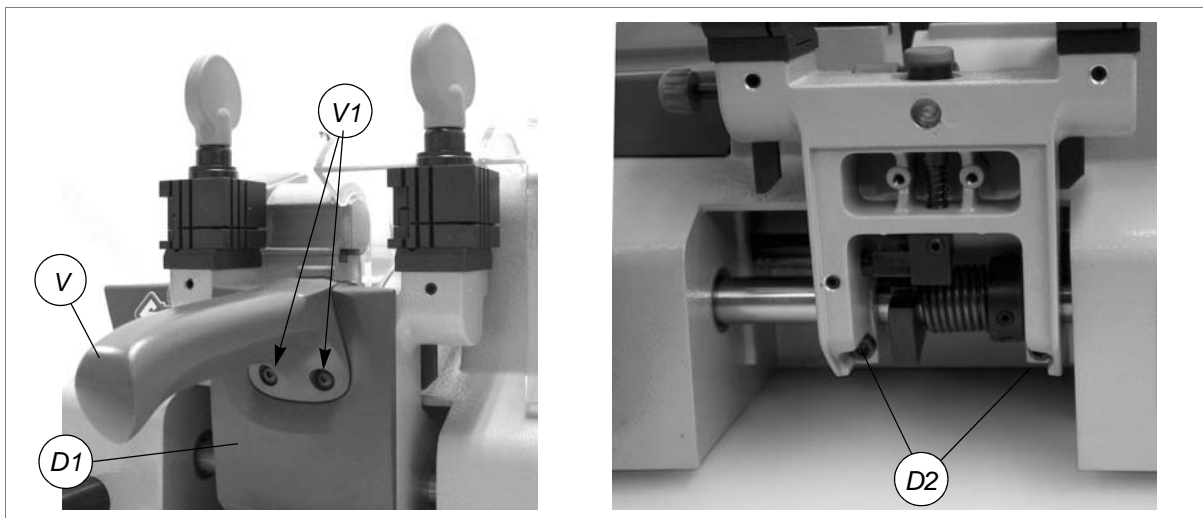
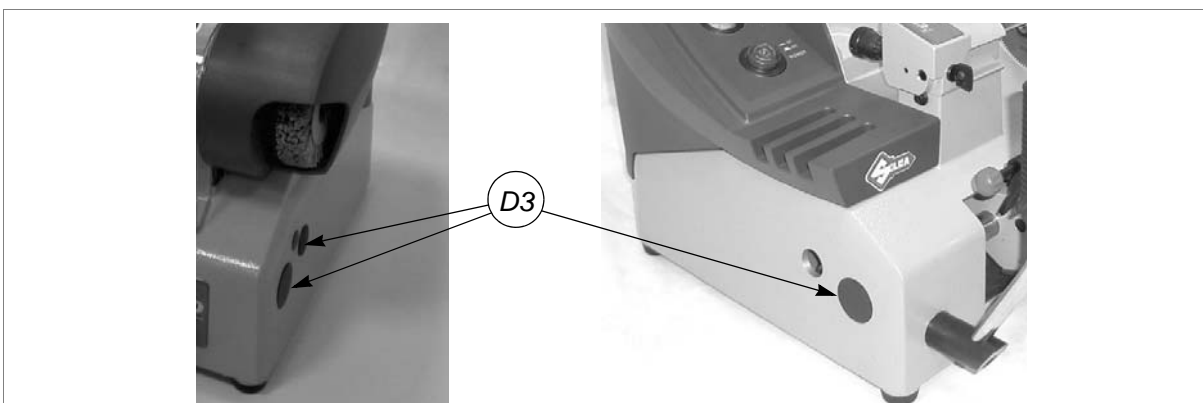
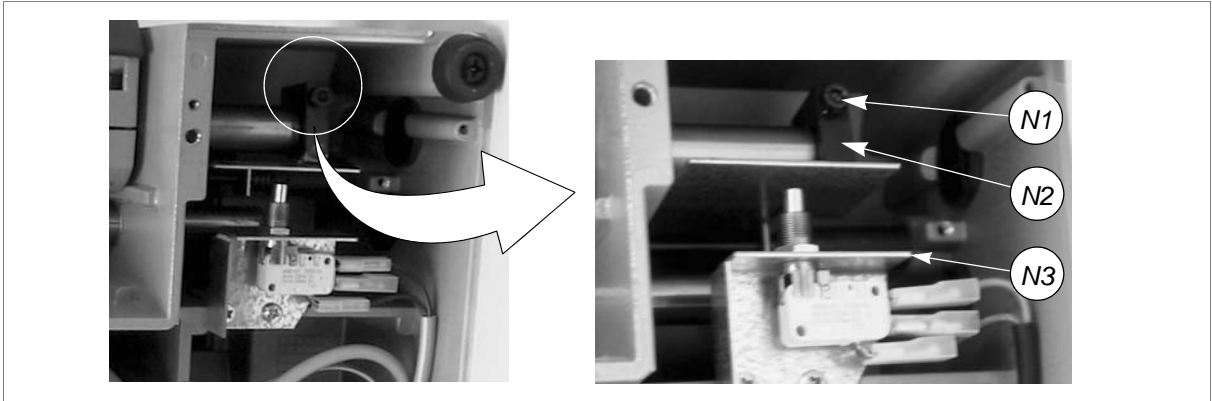

Fig. 37
Fig. 38
Fig. 39
- 3) Destornillar los 2 tornillos (V1) del asa carro (V) (fig.37).
- 4) Para quitar el asa (V) es necesario levantarla un poco para poderla extraer.
- 7) Quitar los tapones (D3) de la base (fig. 38, pág. 27).
- 8) Sacar el recipiente para recogida virutas (N).
- 10) Destornillar los 7 tornillos (W), los 2 pies (W1) y quitar la protección inferior (W2) (cap.7.7, pág. 21).
- 11) Aflojar el tornillo (N1) de la leva (N2) (fig. 39, pág. 28) y quitar la leva extrayéndola hacia la derecha.
- 17) Instalar la leva (N2) de manera que empuje la plaquita (N3) contra el microinterruptor, manteniéndolo apretado; atornillar el tornillo (N1) (fig.39, pag.28).